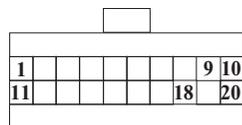

Рис. 2.5
**Внимание!** Если на автомобиле не установлен иммобилайзер АПС-4, то необходимо ввести перемычку между контактами 9 и 18 в разъем для подключения блока иммобилайзера, расположенного под панелью приборов рядом с контроллером впрыска. Внешний вид разъема приведен на рис. 2.5